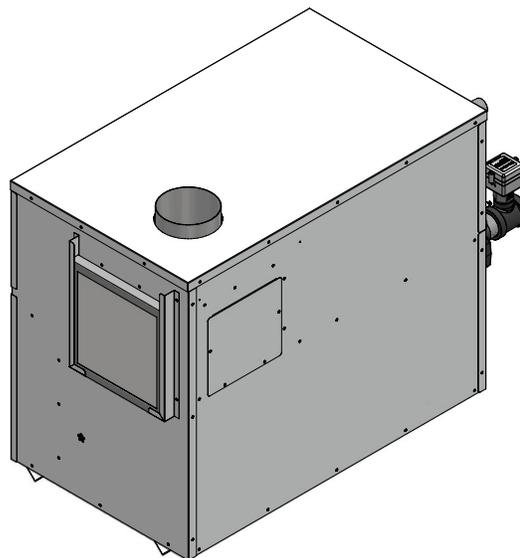

Figure 1-7 Déplacement de l'ensemble filtre à air/support de l'arrière vers le côté de l'appareil
3. Déplacer l'ensemble filtre/support de l'arrière de l'appareil vers l'ouverture latérale (voir FIG. 1-7).